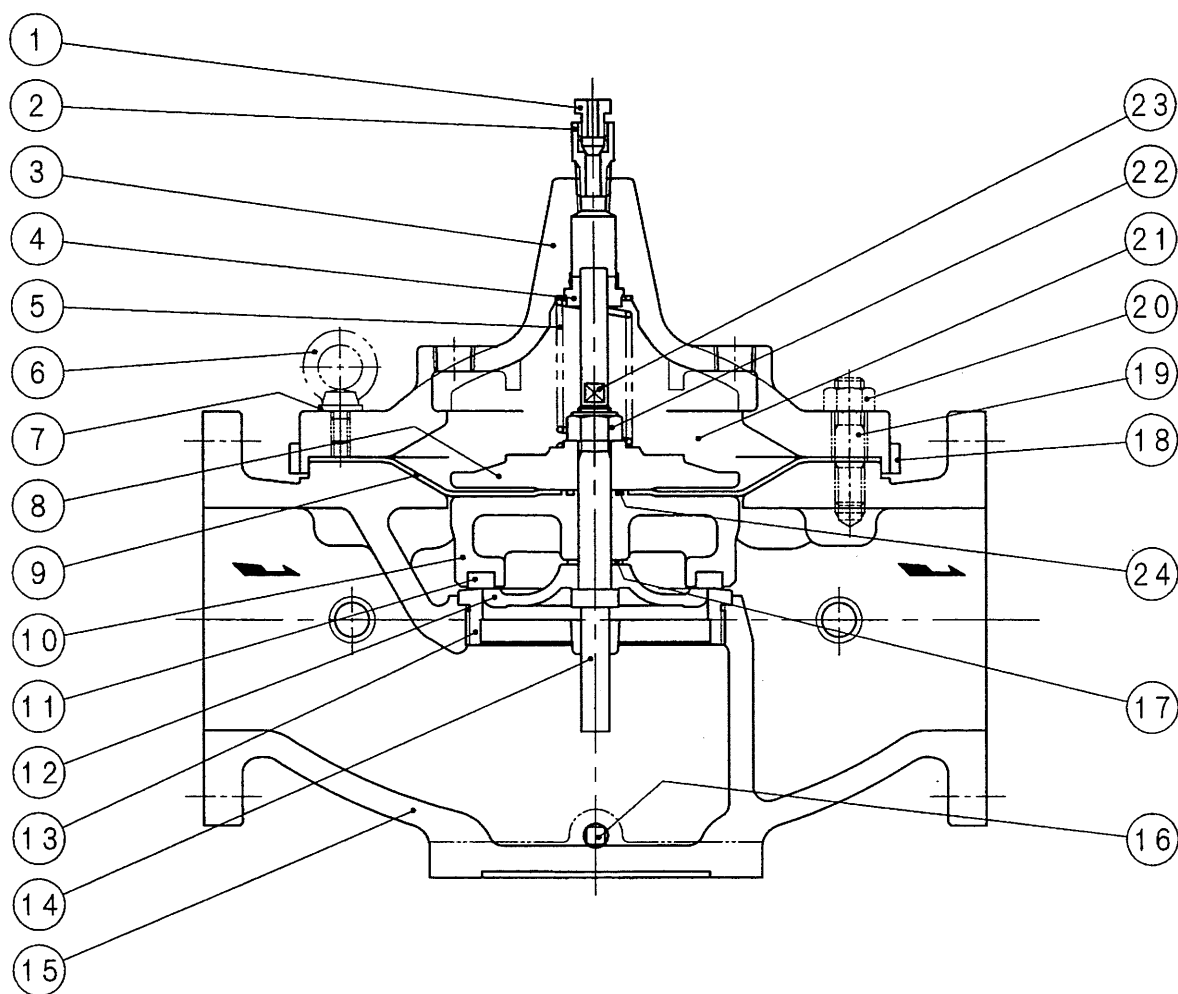
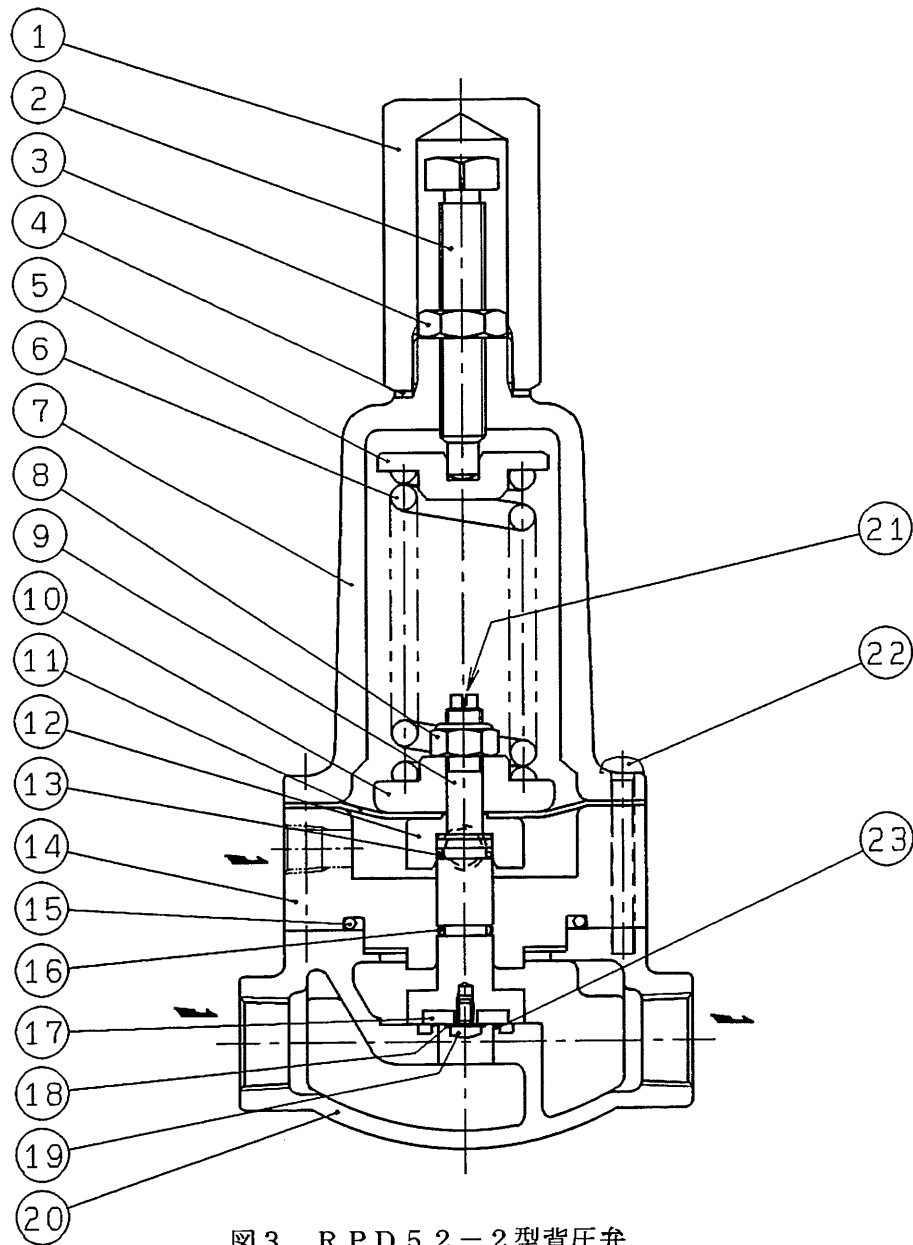
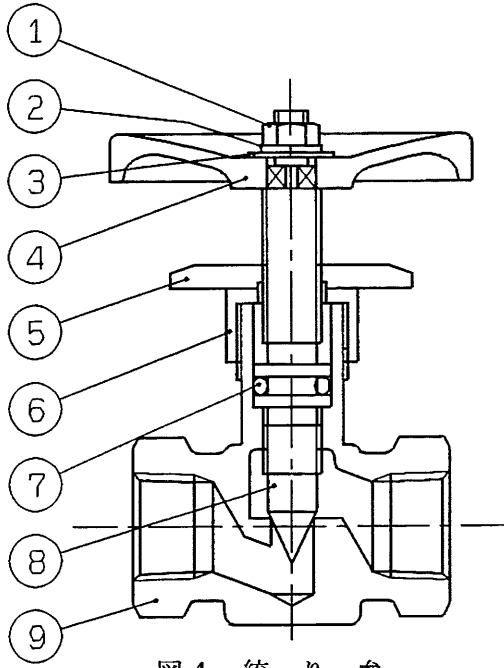

図 2 OD3型ダイヤフラム式基本弁
図3 RPD52-2型背圧弁
図4 絞り弁
- 1.1 RFD42-10K, 16K型一次側圧力調整弁は、一次側圧力を検出して動作するRPD52-2型背圧弁(C)(図3)をパイロット弁としてOD3型ダイヤフラム式基本弁(A)(図2)のダイヤフラム室(21)の圧力を制御することにより、その弁体(11)(主弁体)を動作させて一次側圧力を一定に保持するものです。したがって、OD3型ダイヤフラム式基本弁(A)のダイヤフラム室(21)の圧力はRPD52-2型背圧弁(C)から流出する流体の量により制御されますから、RFD42-10K, 16K型一次側圧力調整弁は流出制御式のパイロット作動形一次側圧力調整弁です。
- 1.2.1 運転中開閉弁(E)のみ閉止した場合、OD3型ダイヤフラム式基本弁(A)(図2)のダイヤフラム室(21)へ流体の供給がなくなりますから弁体(11)(主弁体)は全開します。通水初期のブローオフや一次側保護のため緊急開放などに利用できます。
- 2.1 一次側圧力調整弁を取付ける前に、OD3型ダイヤフラム式基本弁A(図2)の弁箱(15)内に異物が入っていたり輸送中に一次側圧力調整弁が破損していないかお確かめください。防止処置は施してありますが念のためお調べください。
- 2.3 配管に際しては流体の流れ方向とOD3型ダイヤフラム式基本弁(A)(図2)の弁箱(15)に鋳出してある矢印の方向を必ず一致させてください。また、Y型ストレーナ及び予備弁(玉形弁)を備え、更に前後弁(仕切弁)と圧力計を取り付けるよう御計画ください。
2.7 配管の応力をなるべくOD3型ダイヤフラム式基本弁（A）（図2）の弁箱（15）にかけないよう注意してください。弁箱（15）にかかる応力が過大になりますと摺動部がゆがみ、円滑な摺動ができなくなったり弁体（11）（主弁体）と弁座（13）の当たりが悪くなったりします。
もし過不足があればRPD52-2型背圧弁(C)(図3)の保護筒ふた(1)を取り外して六角ナット(3)を緩め、調節ねじ(2)を右回転(時計の針と同方向)しますと一次側圧力は大きくなり、左回転(時計の針と逆方向)しますと一次側圧力は下がります。
3.3 アクセサリ回りの配管やOD3型ダイヤフラム式基本弁(A)(図2)のダイヤフラム室(21)に空気が滞留している状態のまま一次側圧力調整弁を使用しますと、ノイズやウォーターハンマなどの誘因となることがあります。
3.4 次に一次側の仕切弁をゆっくり全開します。最後に一次側の流体圧力を確認し、もし過不足があればRPD52-2型背圧弁(C)(図3)の調節ねじ(2)を回転して修正します。
3.5 絞り弁(D)(図4)はメーカー工場で調整済みですが、再調整が必要な場合は次に述べる点に御注意ください。
3.6 調整が終了しましたら、RPD52-2型背圧弁(D)(図3)の六角ナット(3)を固定し、保護筒ふた(1)を取り付けます。RPD52-2型背圧弁(C)は万ーダイヤフラムが破損した場合でも流体が外部に流出しない密閉形構造になっていますから、保護筒ふた(1)はスパナなどの工具を用いてきつく締め付けてください。
4.1 OD3型ダイヤフラム式基本弁 (A) (図2) とアクセサリ回りの分離
RPD52-2型背圧弁 (C) (図3) 及び絞り弁 (D) (図4) などのアクセサリ回りは、ねじ込み継手、管などによりOD3型ダイヤフラム式基本弁 (A) に連結されていますから、管継手及びユニオンを外しますと、OD3型ダイヤフラム式基本弁 (A) から取り外せます。このとき、呼び径100以上は1.4.2項で述べたように開閉弁 (F) を閉止し、次に開閉弁 (E) (G) を閉止することによりOD3型ダイヤフラム式基本弁 (A) をその時の状態 (即ち一定弁開度) に保ったまま管路の流れを止めることなく上記のアクセサリ回りを取り外すことができます。
4.2 RPD52-2型背圧弁 (C) (図3)
- 5.2 RPD52-2型背圧弁 (C) (図3) を組み立てる場合の御注意